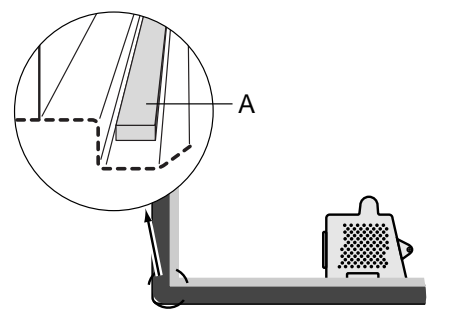

fig. 7 CKB 640
- Coller les bandes mastic (A) livrées avec l'appareil sous le rebord de la table de cuisson (voir fig. 7 et 8).